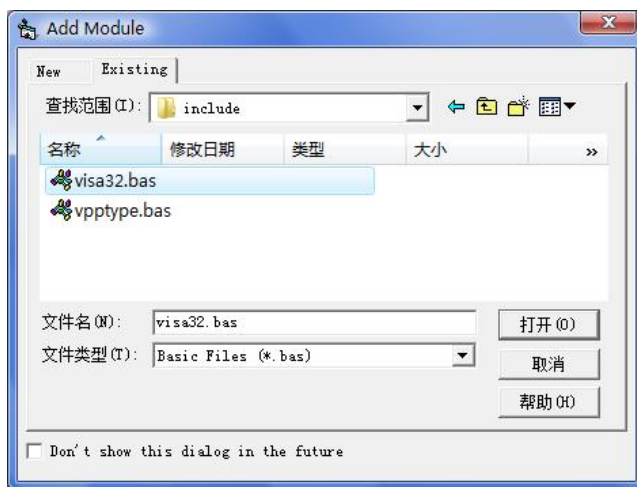

图 4-2-1
2. 打开 Project->Add Module 的 **Existing** 选项卡，打开 NI-VISA 安装路径下 C:\Program Files\IVI Foundation\VISA\WinNT\include 文件夹中的 **visa32.bas** 文件并添加。如图 4-2-1 所示。